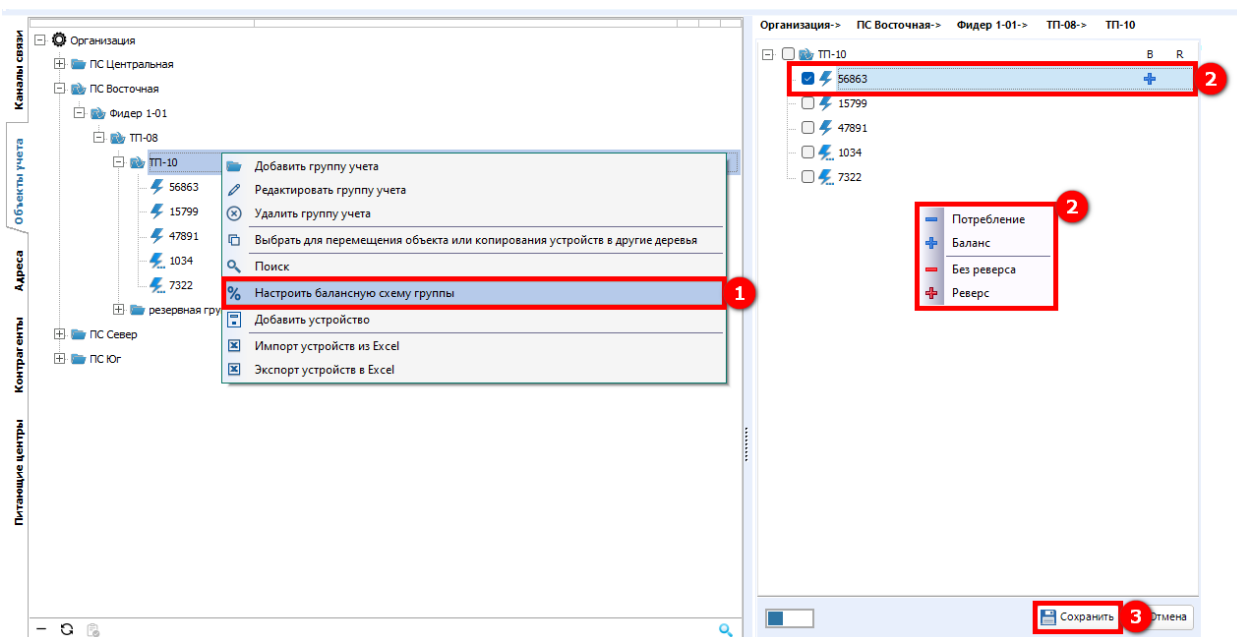

Рисунок 342 – Настройка балансной схемы группы
Настройка балансной схемы для группы учета осуществляется с помощью контекстного меню в дереве **Объекты учета**. Для этого необходимо нажать правой кнопкой мыши на группе учета и в открывшемся контекстном меню выбрать **Настроить балансную схему группы** (1) (см. рисунок 342).